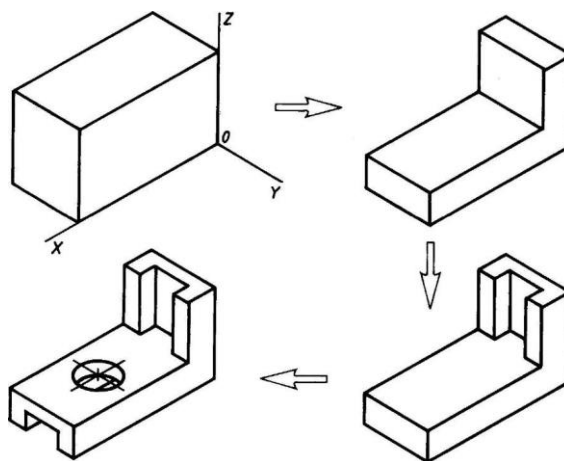

Рис. 2. Построение изометрической проекции детали на основе последовательного удаления объемов
2. Способ построения изометрической проекции на основе последовательного удаления объемов используется в тех случаях, когда отображаемая форма получена в результате удаления из исходной формы каких-либо объемов (рис. 2).